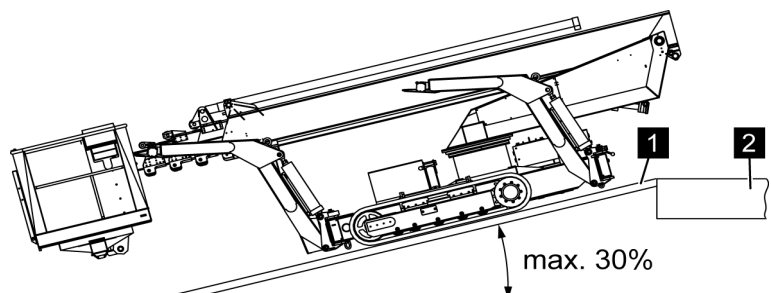

Fig. 43: Transport sur une remorque
1. ➔ Déplacer la plateforme élévatrice en marche arrière sur les rampes (Voir la Fig. 43/1).
2. ➤ *Lors de la mise en place sur la surface de chargement (Voir la Fig. 43/2), réduire la vitesse.*
*Lorsque la plateforme élévatrice avec les chaînes est complètement sur la surface de chargement (Voir la Fig. 43/2), il est possible d'accélérer de nouveau.*